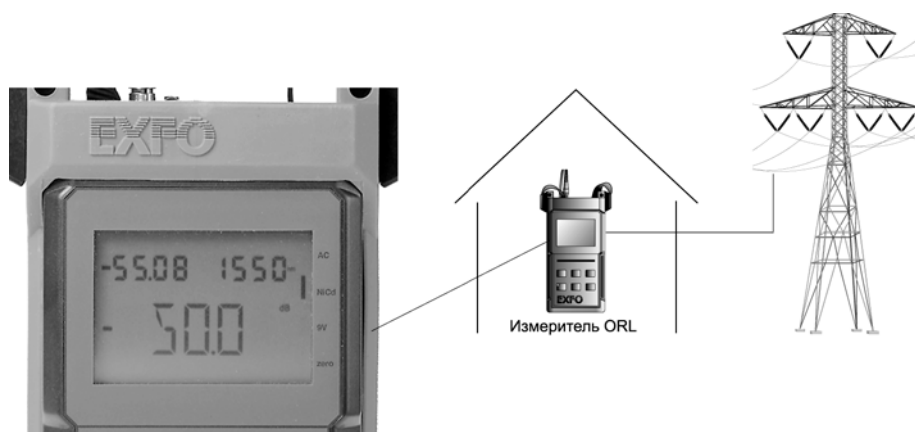

Рис. K1.6. Измерение ORL
3. Измерение оптических потерь на отражение ORL. С помощью измерителя ORL производят мониторинг уровня оптических потерь на отражение. Определение этой величины является важным по той причине, что высокий уровень оптических потерь на отражение может привести к нестабильности источника излучения или к большому относительному уровню ошибок BER приемника. Прибор подсоединяют к выходному оптическому кабелю и проводят измерения на рабочих длинах волн системы. Для диапазона длин волн канального плана ITU при измерении используют длину волны 1550 нм, рис. K1.6.